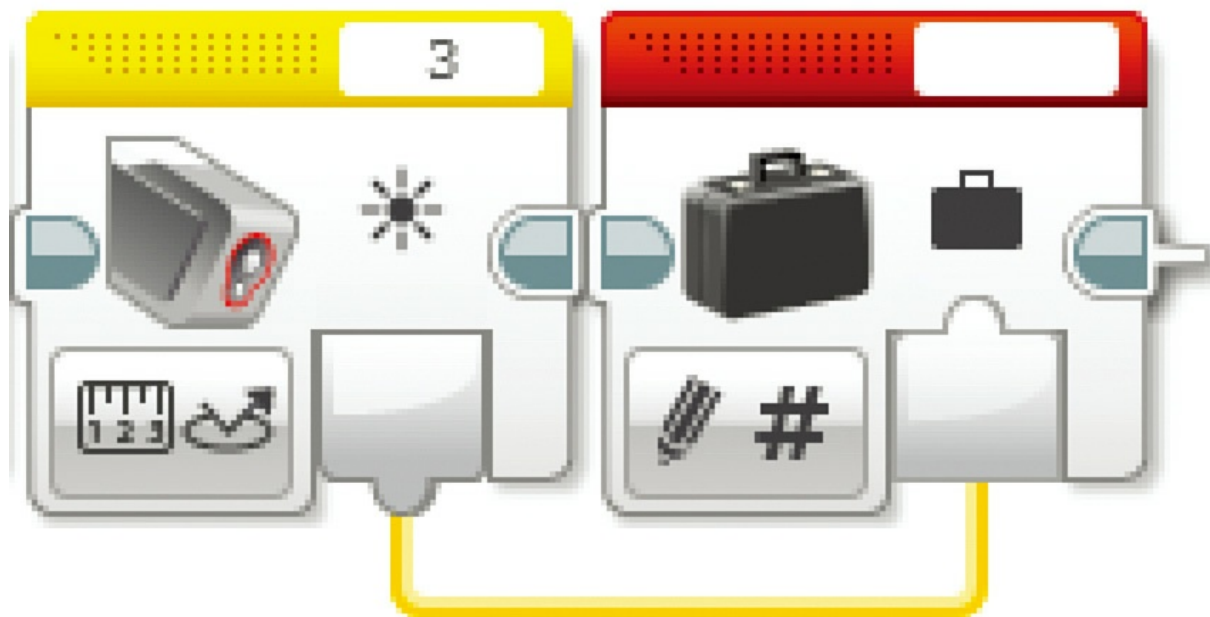

图8.17 从颜色传感器输出的数字输入到了变量模块
**10.** 拖曳传感器的输出值和变量的输入值之间的数据线，如图8.17所示。